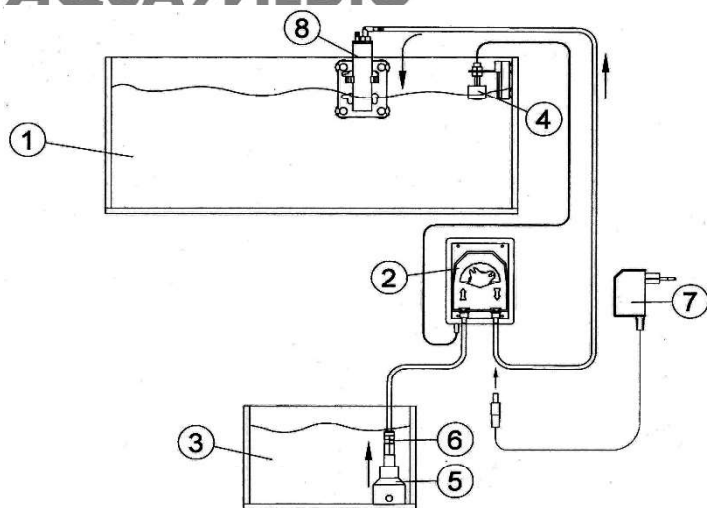

Fig. 1: Método de instalación para dosificar desde una urna de almacenamiento
El Niveaumatt comprende las siguientes partes (Fig. 1):
- La bomba se ceba automáticamente y deberá ser montada por encima del nivel del agua del líquido almacenado en el tanque (ver Fig. 1).
- La salida siempre deberá quedar colocada encima del acuario o el sumidero. Si la bomba se para con el eje en la posición horizontal entonces la bomba no actuará como válvula antiretorno. El hueco de aire entre la manguera de salida y el nivel máximo de agua previene que el agua del acuario sea sifonada de nuevo hacia el tanque de almacenaje (ver Fig. 1).